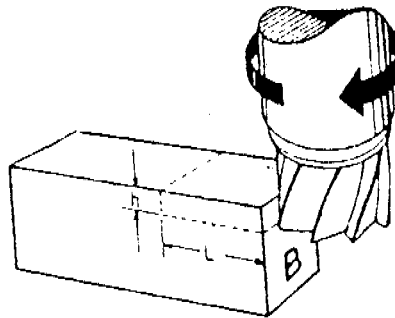

Figura 4
- c. Con la fresa en movimiento, roce la superficie vertical ( Figura 4 ) y tome referencia en el anillo graduado.